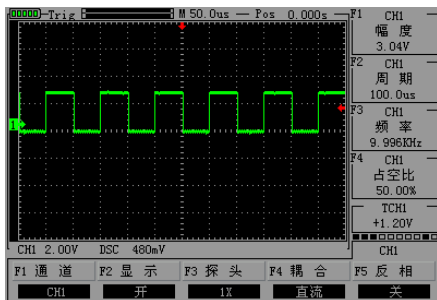

图 2-9 设置垂直 2V/格
- 如设置垂直方向为 2.00V/div，以将探头设置为 1X 档为例按 “” 来调节垂直方向伏/格，同时可按 “” 来上、下移动整个波形。如图 2-9